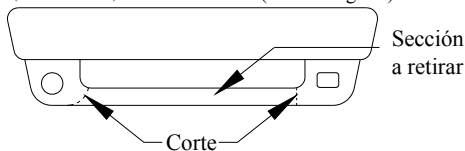

FIGURA 1
****Ver nota abajo y Figura 1**
①	Cant. (2)	Perno hexagonal, 1/2"-13 x 1-3/4"	③	Cant. (2)	Tuerca con manija, 1/2"
②	Cant. (2)	Arandela cónica, 1/2"	④	Cant. (4)	Perno hexagonal, M10 x 1.75 x 45
****NOTA: Todos los vehículos Mazda y Ford Ranger del 93 al 97 con la opción de luz para niebla requieren un corte extenso de la placa protectora. Ver Figura 1. CONSULTE EL PROPIETARIO DEL VEHÍCULO.**